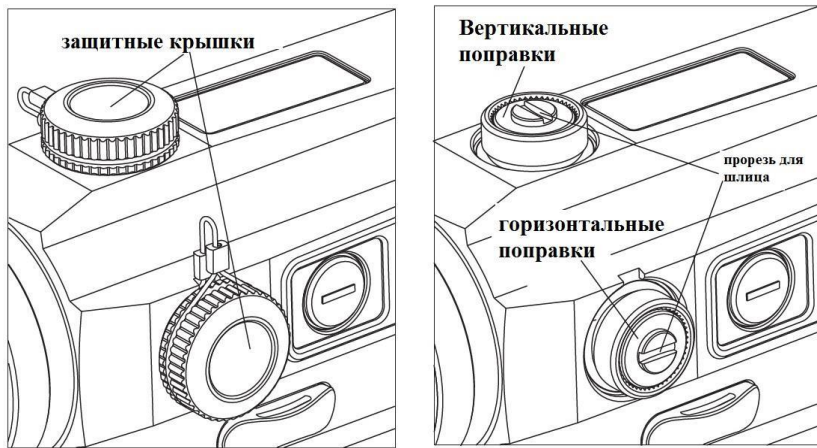

Рис.6
1. Сверху прицела находится барабан вертикальных поправок, справа – барабан горизонтальных поправок (Рис.6). На фабрике прицельная марка устанавливается в среднее положение.
2. Сначала снимите защитную крышку (см. Рис.6), вставьте шлиц отвертки в прорезь на барабане ввода поправок и поверните его вправо или влево, чтобы сделать нужную поправку. Каждый щелчок приводит к смещению точки попадания на 0,5 МОА.